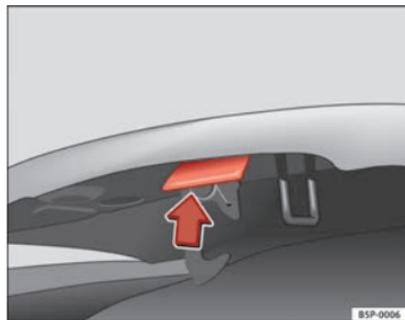

Fig. 165 Manípulo de abertura por baixo do capot.
- Pressione para cima a alavanca existente por baixo do capot ⇒ Fig. 165. Ao fazê-lo, o gancho de fixação fica desbloqueado.